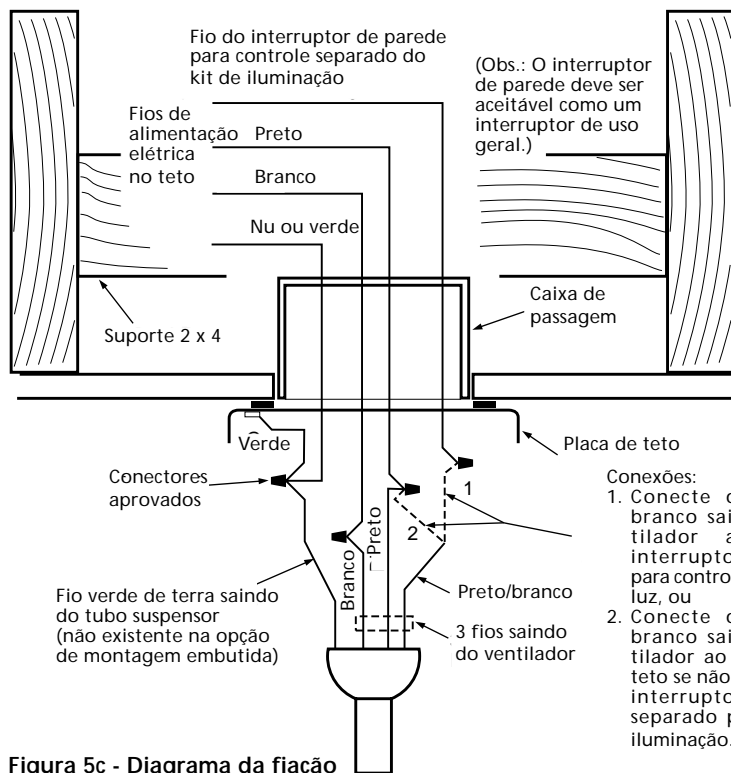

Figura 5c - Diagrama da fiação
- Conecte os fios conforme mostrado na Figura 5c. Para conectar os fios, enrole a parte metálica dos fios uma na outra. Coloque uma porca de fio sobre a extensão entrelaçada de fio e gire no sentido horário até ficar apertada conforme mostrado.